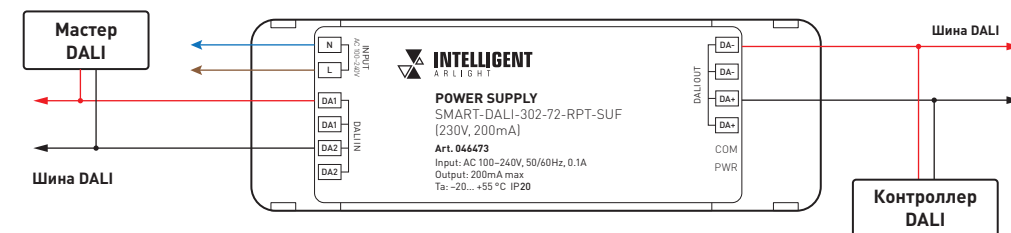

Рис. 1. Схемы подключения блока питания
- Подключите источник питания согласно схеме, приведенной на рис. 1.